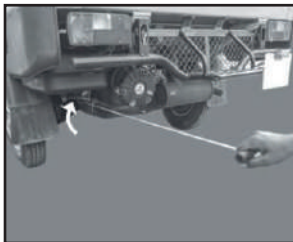

Fig. 17
3) ARRANQUE DEL MOTOR (MEDIANTE UNA SOGA DE ARRANQUE): (Consulte la Fig. 17)